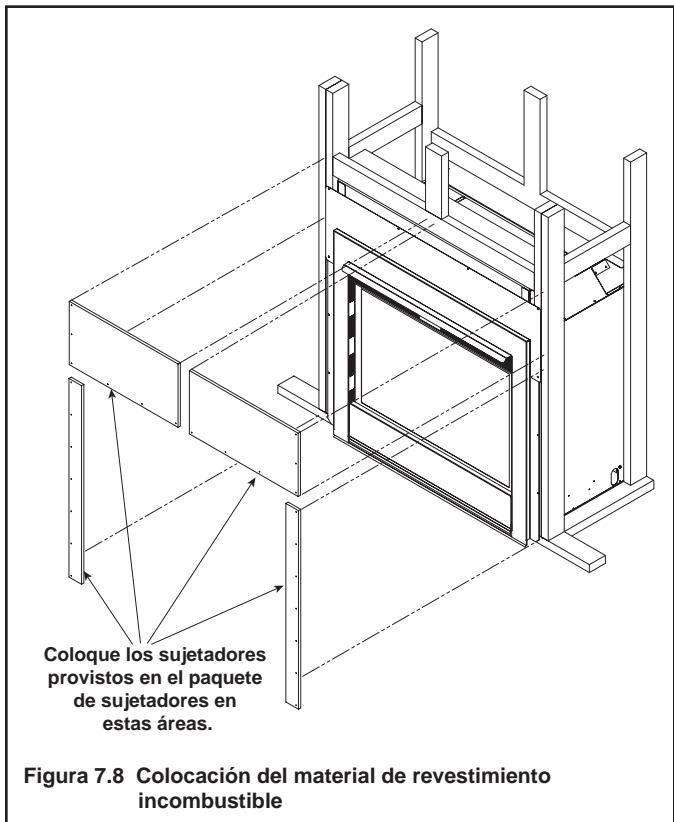

Figura 7.8 Colocación del material de revestimiento incombustible
- Centre y fije los dos tablones superiores (las dos piezas más cortas) al armazón. Consulte la Figura 7.8.